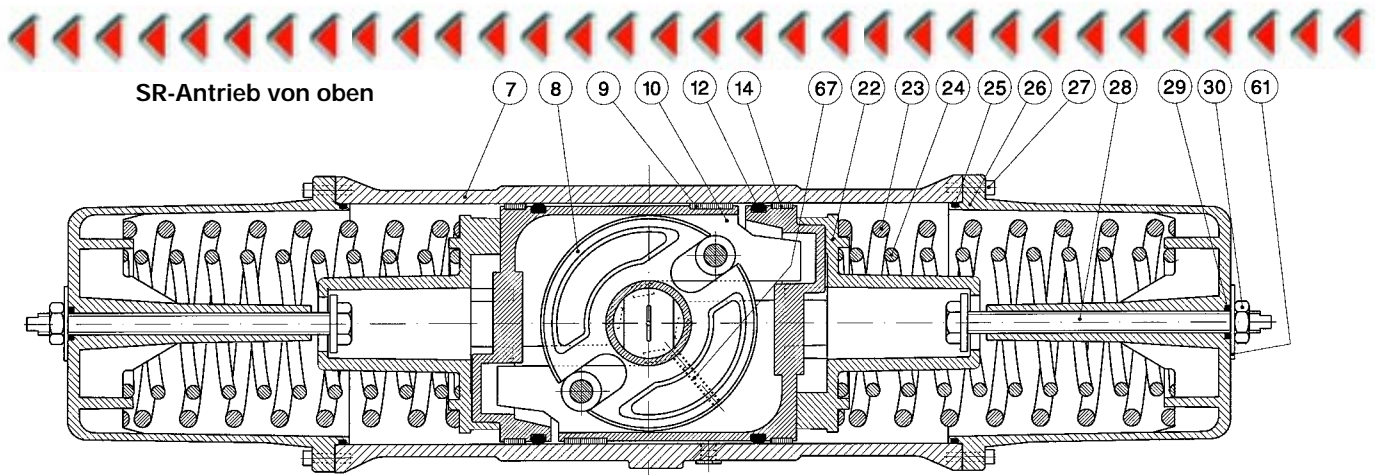

Fig 3
Die Kolben der SR-Antriebe sind, im Gegensatz zum DA Typ, um  $180^{\circ}$  gedreht (rotiert), gem. Fig 3. Auf diese Weise wird gegen Ende der Drehbewegung eine Zunahme des Drehmoments erreicht, obwohl die Federkraft reduziert ist. Wenn die Kolben eines SR-Antriebes wie in Fig 1 montiert werden, ändert sich die Funktion von "Feder schließt" in "Feder öffnet". Die Einstellung der Endlagen findet in Stellung "Zu" statt.
Wenn die Kolben eines DA-Antriebes montiert werden, wie in Fig 3, findet die Feineinstellung in Position "Ventil-Auf" statt.
4. Kolben einbauen gemäss Bild 3 auf Seite 4. Siehe auch den Text unter "Austausch von O-Ringe zu Kolben und Führungselementen".